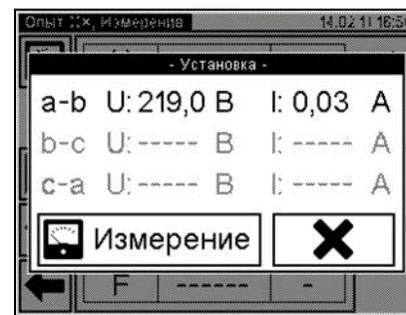
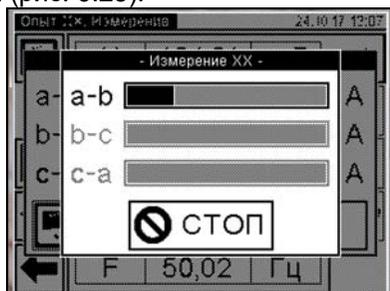

Рисунок 6.24
Рисунок 6.25
9) Запустить измерение, нажав на вкладку . На экране появится окно "Установка" с текущими значениями напряжения и тока в цепи (рисунок 6.24). Установить требуемое значение напряжения, контролируя его установку по показанию в окне. При необходимости процесс установки напряжения может быть прекращен нажатием кнопки
10) После завершения установки напряжения нажать на кнопку  (рисунок 6.24) для запуска собственно измерения по данным фазам. На экране появится окно, демонстрирующее динамику измерения (рис. 6.25).